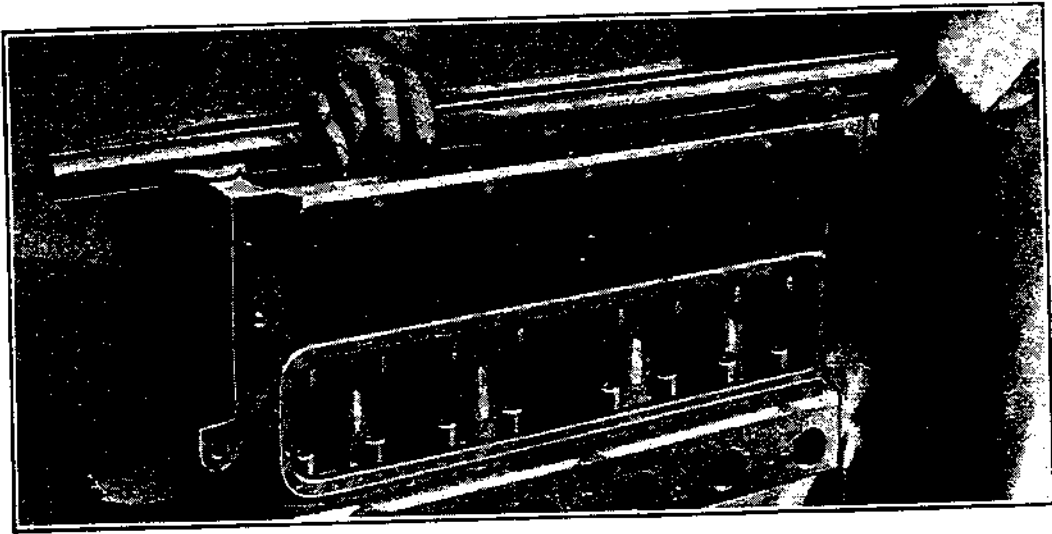

Fig. 159
**238** — Vérifier l'alignement des paliers en enduisant une barre d'une mince couche de bleu de Prusse. Poser la barre sur les paliers et la faire tourner lentement. (Voir fig. 159.) Enlever la barre et regarder les paliers. Si le bleu est distribué d'une façon égale sur tous les paliers l'alignement est parfait. S'il n'y a du bleu que sur un côté ou au fond des paliers, ou s'il n'y en a pas du tout, les paliers sont mal alignés, il faut enlever les coussinets et les recouler.